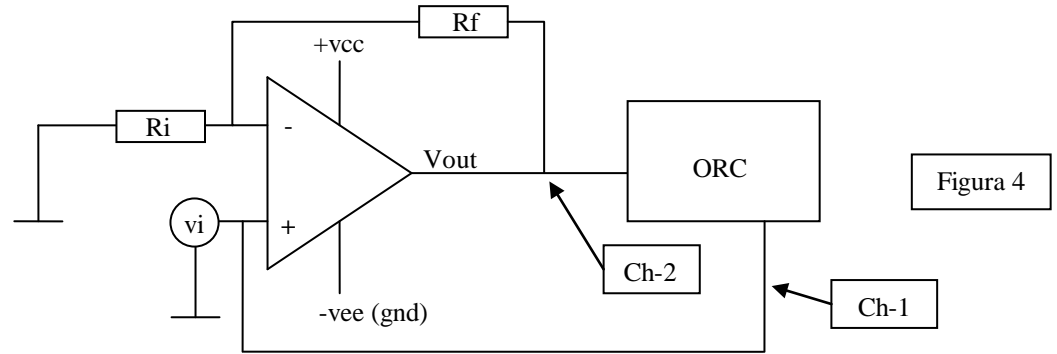

Figura 4
1. Armar el circuito de la figura 4